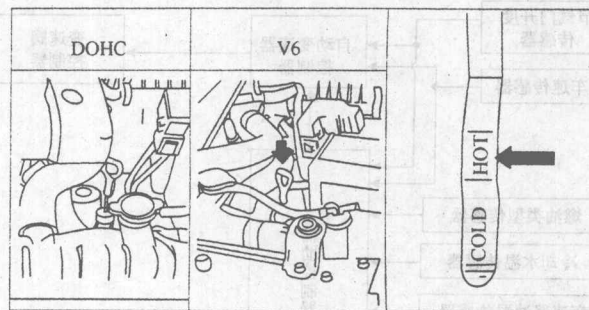

图 1.5 检查自动变速器油油面高度
(1) 将车辆停放在平地上，并拉紧驻车制动手柄。
(2) 使发动机急速运转 1min 以上。
(3) 踩住制动踏板，将换挡手柄从 P 挡拨至 R、D、S、L 挡或二、一档位置，并在每个挡位上停留几秒钟，使液力变矩器和换挡执行元件中都充满液压油，最后将换挡手柄拨至 P 挡位置。
(4) 拔下变速器油尺，擦净油尺并安装到原位，如图 1.5 所示。检查油尺油位应在油尺的“HOT”范围内。